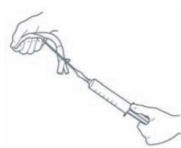

図4: LMA Supreme™ の脱気
- 最低50mlのシリンジをインフレーションポートにしっかりと接続し、図4のようにシリンジとLMA Supreme™ をしっかりと保持します。図のように、インフレーションラインがわずかに伸びるまで、接続したシリンジを装置から離します。脱気中は、真空が得られるまで、装置の先端部を人さし指と親指の間で圧迫しておきます。
- 脱気中は、図4に示されているように、先端部がわずかに前方に曲がるように装置を保持します。